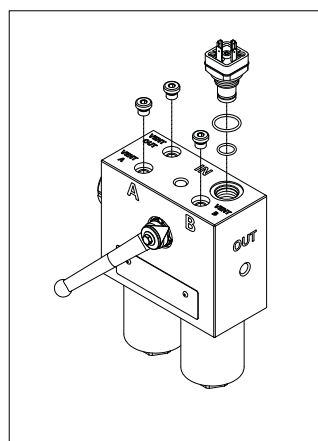

fig. 28
- (Fig. 28) Sostituire gli O-ring del corpo indicatore e i tappi di sfiato